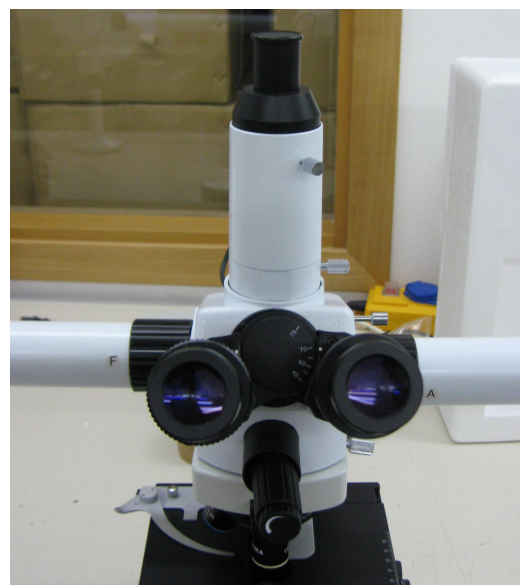

Fig. 11
2.13 Montare la testata trinoculare sul deviatore ottico direttamente sopra il corpo del microscopio. (Fig. 11)